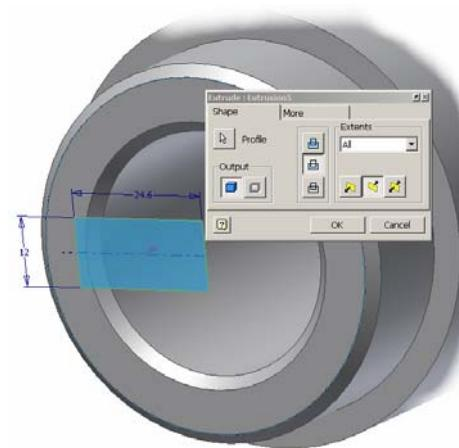

Figura 3.3.3.
a.4.) 2D – Schițare dreptunghi 12×24.6 , figura 3.3.3
- a.5.) 3D Extrudare „Cut-All” dreptunghi 12×24.6 , figura 3.3.3